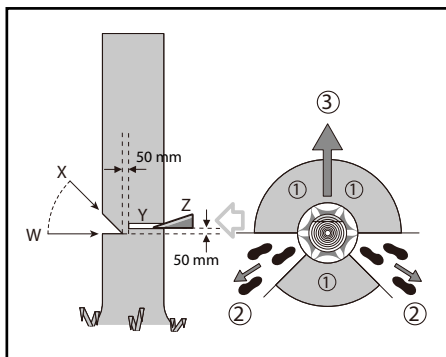

Рис. 1
Перед валкой дерева должен быть запланирован путь отхода и при необходимости следует подготовить и освободить его. Путь отхода должен вести в сторону и вверх от ожидаемой линии падения деревьев. (См. рис. 1)
Пропилите под прямым углом со стороны падения дерева запил в его стволе на глубину, равную 1/3 диаметра ствола. Вначале выполните нижний горизонтальный запил. Это позволит избежать зажатия пильной цепи или направляющей шины пилы при выполнении второго запила. (См. рис. 1).
Произведите повалочный запил минимум 50 мм выше горизонтального запила (см. рис. 1). Повалочный запил следует выполнять параллельно горизонтальному запилу. Пропилийте повалочный запил только так глубоко, чтобы осталась вертикальная древесная перемычка, которая могла бы служить шарниром. Эта перемычка должна предотвратить возможность поворота дерева и его падения в неправильном направлении. Не перепиливайте эту перемычку.
Когда дерево начнет падать, удалите цепную пилу из запила, выключите и отложите ее в сторону, покиньте опасную зону по запланированному пути отхода (2). Следите за упавшими вниз ветвями и не запнитесь о них. (См. рис. 1).